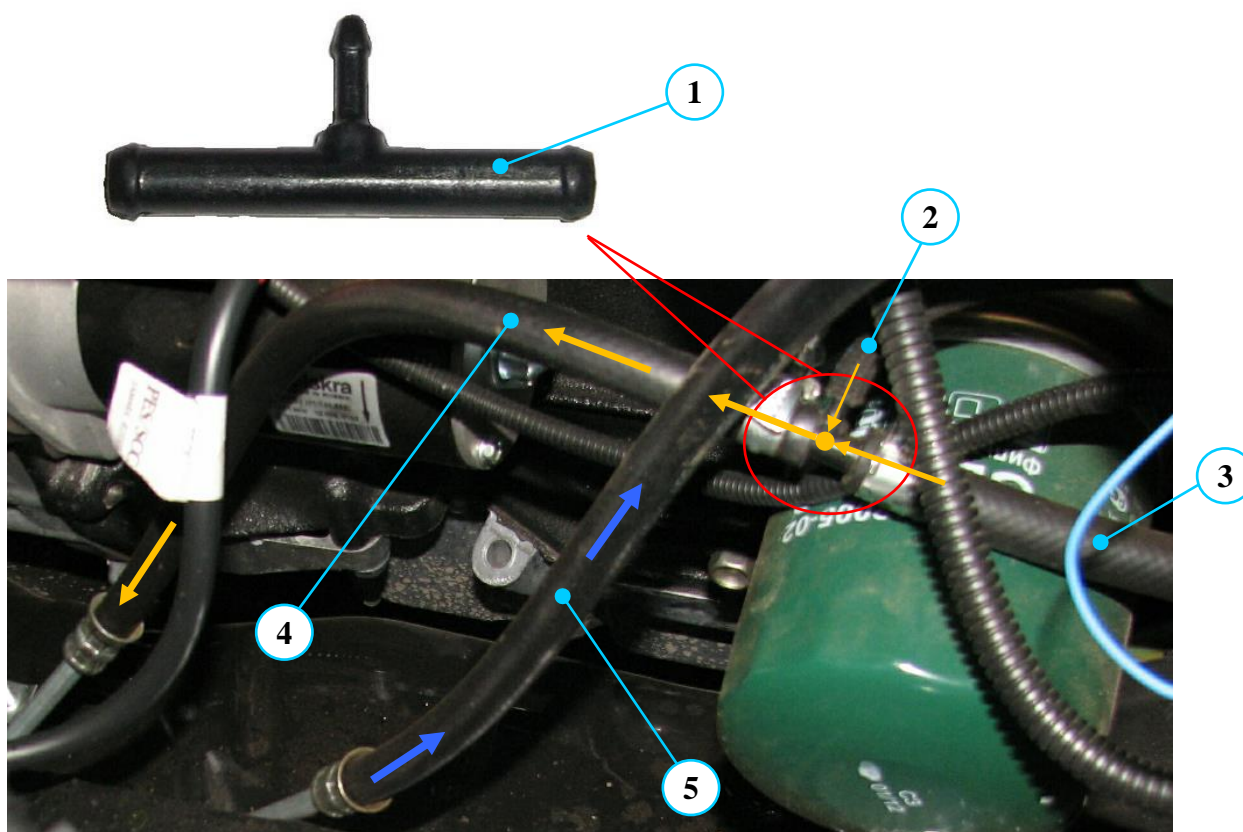

Рис.70. Внешний вид и место установки тройника для слива отсечного топлива из ТНВД и топливных форсунок в топливный бак:
**Тройник** (рис.70) служит для объединения потоков отсечного топлива из ТНВД и топливных форсунок и направления их в топливный бак. Тройник изготовлен из Армида ПА СВ 30-2Т.